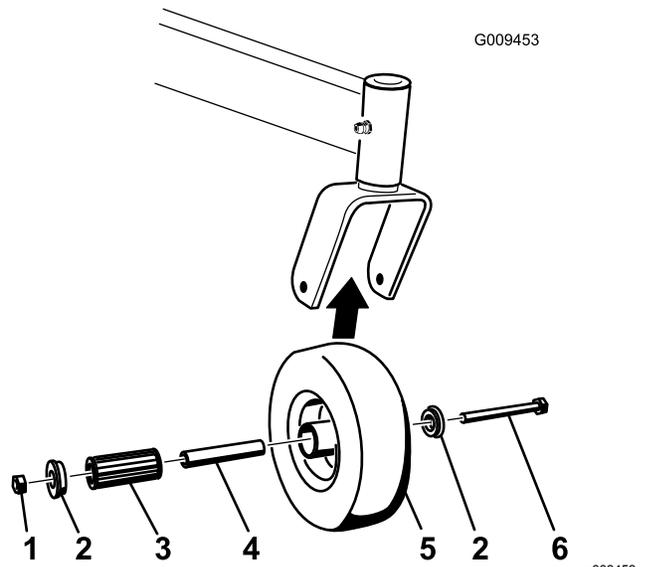

Figura 48
2. Retire un casquillo y tire del casquillo intermedio y del cojinete de rodillos para sacarlos del cubo de la rueda (Figura 48).
3. Retire el otro casquillo del cubo de la rueda y limpie la grasa y la suciedad del cubo de la rueda (Figura 48).
Nota: Cambie las piezas dañadas o desgastadas (Figura 48).
5. Coloque un casquillo en el cubo de la rueda (Figura 48).
6. Engrase el cojinete del rodillo y el casquillo intermedio y deslícelos en el cubo de la rueda (Figura 48).
7. Coloque el segundo casquillo en el cubo de la rueda (Figura 48).
8. Instale la rueda giratoria en la horquilla y fíjela con el perno y la contratuerca (Figura 48).
9. Apriete la contratuerca hasta que el casquillo intermedio se apoye contra el interior de las horquillas de las ruedas giratorias (Figura 48).
1. Retire la contratuerca y el perno que sujetan la rueda giratoria a la horquilla (Figura 48).